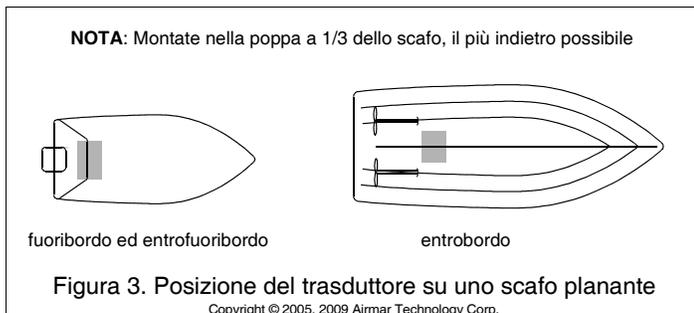

Figura 3. Posizione del trasduttore su uno scafo planante
- **Imbarcazione a motore con scafo planante**—(vedi Figura 3)